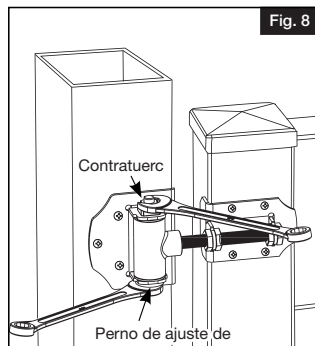

Fig. 8
- Sujetar el perno de ajuste de tensión con una llave de 11/16" (Fig. 8).
- Mientras sujeta el perno de ajuste de tensión, aflojar la contratuerca con una llave de 5/8" (Fig. 8).